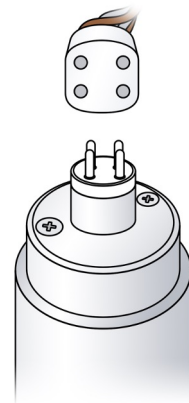

图 3
- 取下侧面检修盖 (顺时针或逆时针旋转螺钉 90 度)。(图 3)
- 将灯管连接器连接到紫外线灯的末端，确保连接器与插针正确对齐。（参见上一页图 3）